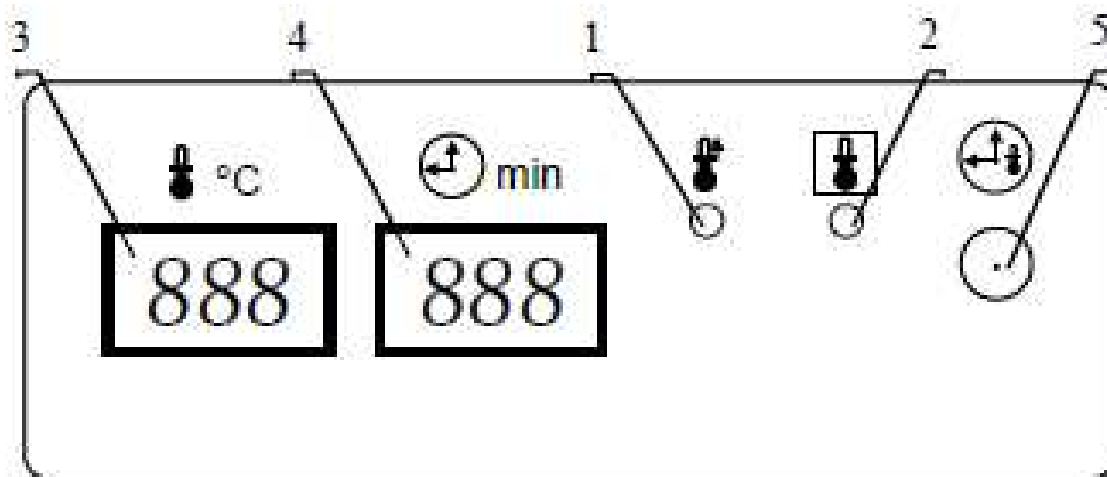

Fig. 2
- 2.3.3. Se alimentează tensiunea de alimentare prin pornirea comutatorului pos. 3 (Fig. 2 Anexa 1) și pos.16 (Anexa 1a).
- 2.3.4. În același timp, pe indicatoare digitale se evidențiază valorile unuia din 5 regime de lucru, sau mai degrabă modul în care s-a efectuat sterilizarea înainte de deconectare. Imediat după pornire, luminozitatea indicatoarelor digitale va începe să se schimbe. Cu o apăsare scurtă a butonului 4 (Fig.2 Anexa 1), sterilizatorul intră în starea de încălzire. Cu o apăsare lungă (2 secunde), este posibil să selectați oricare dintre cele 5 regimuri setate de producător (85°C/30 min.; 120°C/45 min.; 160°C/150 min.; 180°C/60 min.) și opțional 250°C/60 min., apăsând butonul pentru selectarea regimurilor pos.4 (Fig.2, Anexa 1). Dacă, după selectarea regimului, după 5 secunde pe indicatorul "Temperatură", pos. 17 nu apăsați butonul, indicatorul "Căldură". După oprire și repornire, sterilizatorul va funcționa în ultimul mod de utilizator setat.
- 2.3.6. După timpul de expunere de pe indicatorul pos. 20 se ajunge la zerouri, încălzirea camerei se oprește, se aude semnalul "bip dublu", care poate fi oprit prin apăsarea butonului (Anexa 1, Fig. 2, punctul 4.) Este recomandabil să deschideți clapeta de pe conducta superioară.